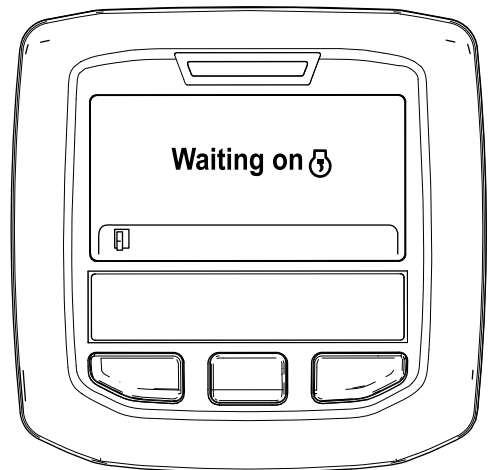

Bild 50
- B. Die Meldung „Waiting on“ wird angezeigt (Bild 50).